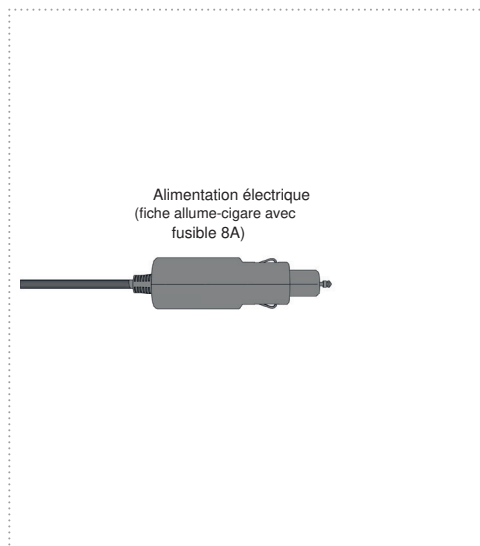

Figure 21
13. Établissez l'alimentation électrique (fiche allume-cigare) 12 VDC (Fig. 21)